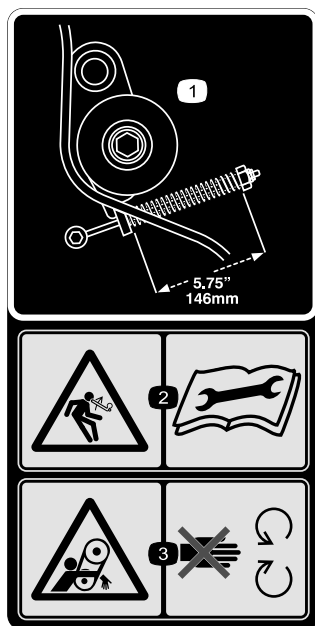

図 28
1. アイドラ・スプリングの長さを 146 mm にセットするとベルトの張りが適正値となります (図 28)。